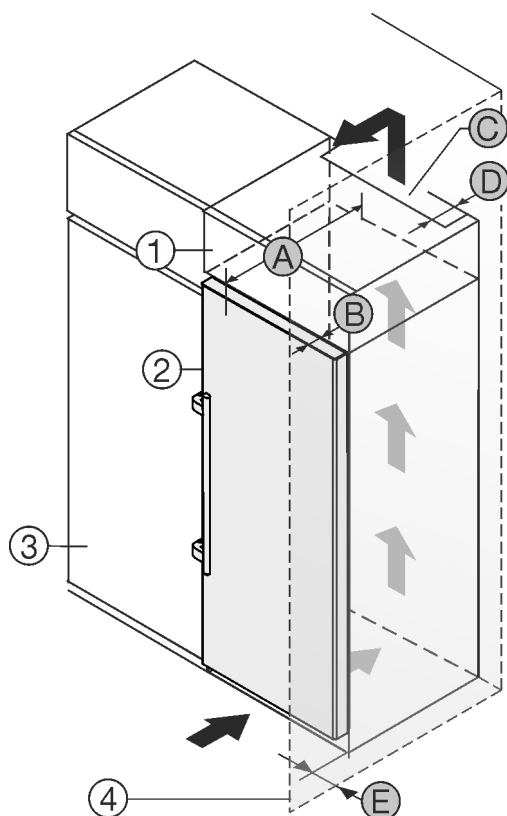

Fig. 2
Du kan opstille apparatet direkte ved siden af køkkenskabet Fig. 2 (3)*
På bagsiden af overskabet skal der være en ventilationskanal med dybden Fig. 2 (D) over hele overskabets bredde.*
Ventilationstværsnittet Fig. 2 (C) under rummets loft skal overholdes.*
Hvis apparatet opstilles med hængslerne ved siden af en væg Fig. 2 (4), skal afstanden mellem apparatet og væggen være mindst 57 mm. Dette svarer til det, som grebet rager frem, når døren er åben.*
For at døren kan åbnes helt, skal apparatet rage frem med dørens dybde Fig. 2 (B) i forhold til køkkenskabet forside. Apparatet kan rage mere ud afhængigt af køkkenskabenes Fig. 2 (3) dybde og anvendelsen af vægafstandsholdere.*